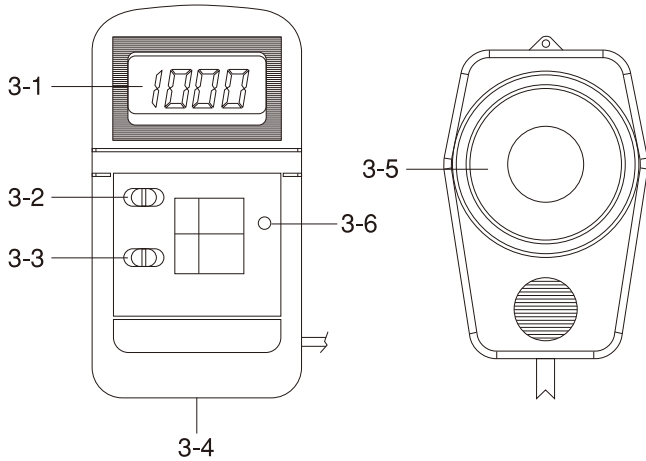

図1
- (1) 「電源オン／オフスイッチ (図1、3-2)」をスライドしてオンの位置 (1) に設定してください。
- (2) 「レンジスイッチ (図1、3-3)」でAのレンジを選択してください。
- (3) 「光センサープローブ (図1、3-5)」を持って、測定する光源に向けて合わせてください。表示部 (図1、3-1) に測定値が表示されます。
Aのレンジを選択し「光センサー (図1、3-5)」の感光面を遮蔽します。フロントパネル上のゼロ調整VR (図1、3-6) を、表示値がゼロを示すように精密スクリュードライバーを使用して調整してください。
- (2) 電池カバー (図1、3-4) をスライドして外し電池を取り出します。
- (3) 新しい電池 (9V、006Pタイプ) と交換し、カバーを元に戻します。